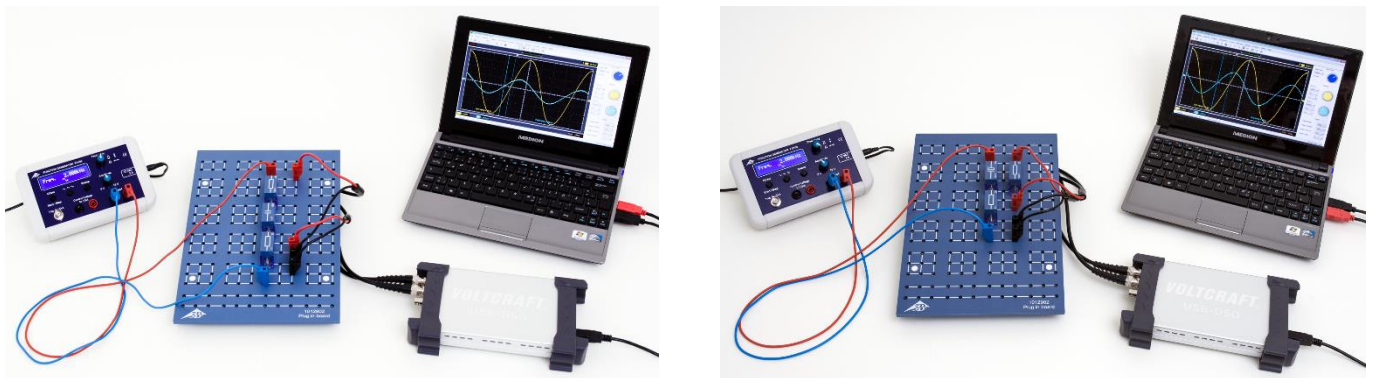

Fig. 1: Disposição de medição com ligação em série (esquerda) e em paralelo (direita).
- Montar a disposição de medição para a ligação em série (Fig. 1, esquerda) conforme esquema de ligações (Fig. 2) com  $R_m = 1 \Omega$ ,  $R = 100 \Omega$  e  $C = 10 \mu F$ .
- Montar a disposição de medição para a ligação em paralelo (Fig. 1, direita) conforme esquema de ligações (Fig. 3) com  $R_m = 1 \Omega$ ,  $R = 100 \Omega$  e  $C = 10 \mu\text{F}$ .